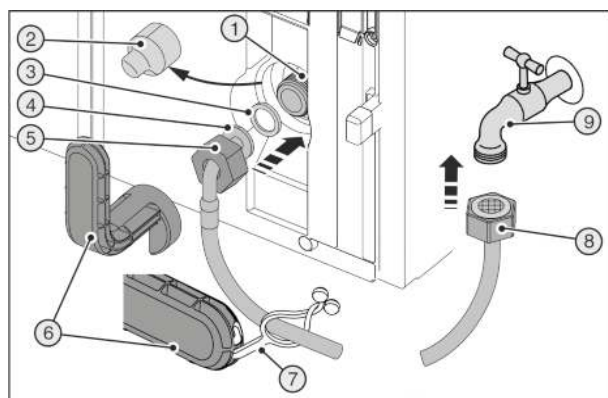
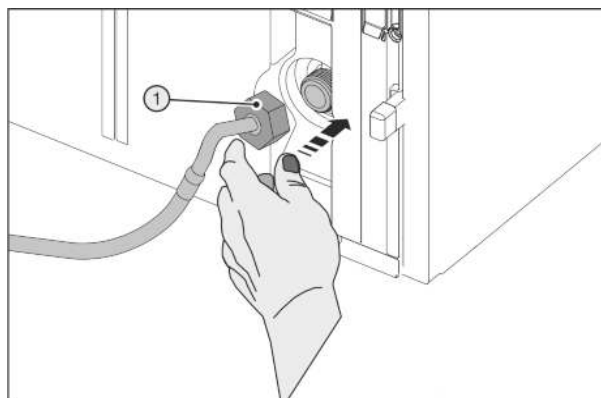

Fig. 28
Fig. 29
Сломанный вспомогательный инструмент Fig. 28 (6)!
- Вспомогательный инструмент Fig. 28 (6) использовать только при комнатной температуре.
- Снять крышку Fig. 28 (2).
- Облегченный монтаж: Выложить прямой конец шланга Fig. 28 (8) влево на землю.
- До конца сдвинуть гайку Fig. 28 (5) через конец шланга в виде угла Fig. 28 (4) и удерживать.
- Смочить уплотнение Fig. 28 (3) и вдавить в гайку Fig. 28 (5).
- Уплотнение Fig. 28 (3) прилегает и слегка поддерживается.
- Осторожно одеть гайку Fig. 29 (1) и накрутить на резьбу двумя пальцами до обеспечения надежной посадки.
- Затяните гайку Fig. 29 (1) с помощью вспомогательного инструмента Fig. 28 (6) по часовой стрелке, пока не будет достигнут максимальный момент затяжки и вспомогательный инструмент Fig. 28 (6) начнет прокручиваться.
- Навинтить гайку Fig. 28 (8) на запорный кран Fig. 28 (9).
- Затяните гайку Fig. 28 (8) с помощью вспомогательного инструмента Fig. 28 (6) по часовой стрелке, пока не будет достигнут максимальный момент затяжки и вспомогательный инструмент Fig. 28 (6) начнет прокручиваться.
- Откройте запорный кран Fig. 28 (9) системы подвода воды и проверьте герметичность всей водяной системы.
- Зацепить накладку Fig. 28 (7) в вспомогательном инструменте Fig. 28 (6) и для хранения закрепить на шланге из высококачественной стали.